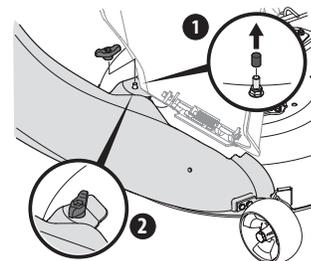

Figura 17
- Fije el codo del canal a la plataforma usando una perilla de aletas (720-04122) del paquete de herrajes 689-01419. Consulte la Figura 17.
NOTA: Si la hubiera, retire la cubierta protectora de la clavija de montaje en la plataforma de corte como se muestra en el recuadro superior de la Figura 17.